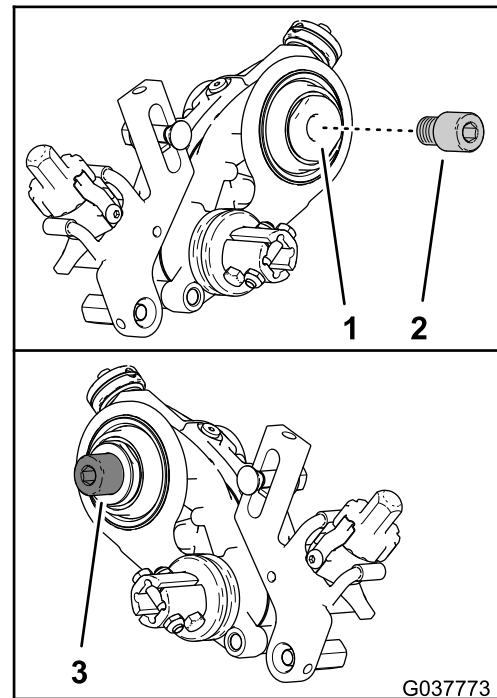

Bild 6
1. Tragen Sie Gewindesperrmittel auf die Innenseite der Antriebswelle auf (Bild 6).
2. Befestigen Sie den geeigneten Spindeladapter an der Antriebswelle (Bild 6). Ermitteln Sie mit der folgenden Tabelle, welcher Adapter verwendet wird.